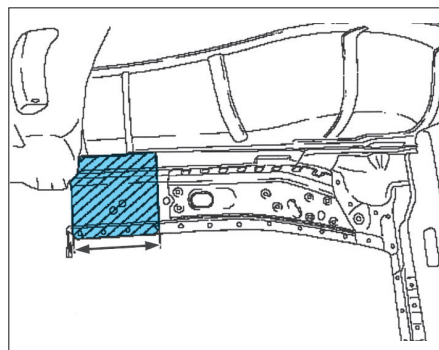

FIG. 78
- Découper et déposer le longeron par perçage en tenant compte de la longueur de la pièce neuve (Fig.78).